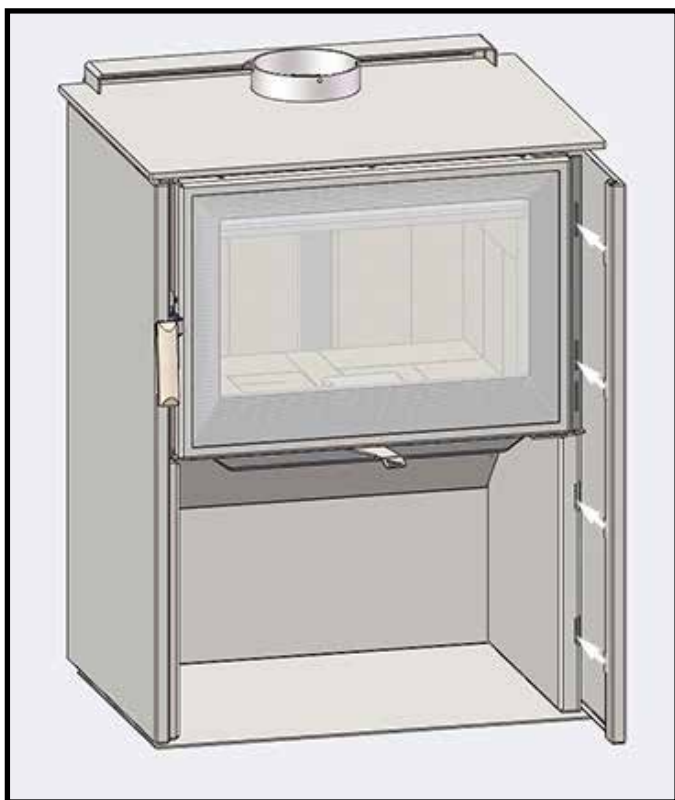

Figure 12: Languettes avant des panneaux latéraux du Neoview 1.6 LE
1. Insérez les languettes avant des panneaux latéraux dans les fentes à l'avant des brides de fixation, situées de chaque côté du poêle, et dans les fentes des pattes latérales. Poussez les panneaux latéraux vers l'arrière jusqu'à ce qu'ils soient complètement insérés (Figure 12).